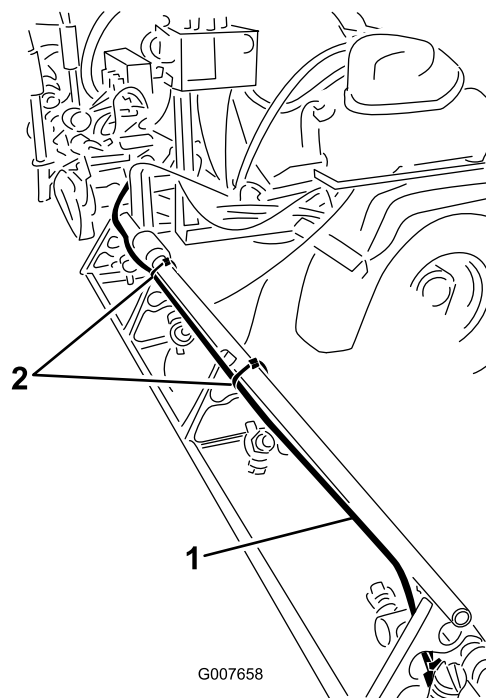

図 29
4. 図 29に示すように、ブームの上側サポートポールの後ろ側に沿ってチューブアセンブリを配設する。
6. 図 29に示すように、ケーブルタイを使ってチューブアセンブリをブームに固定する。